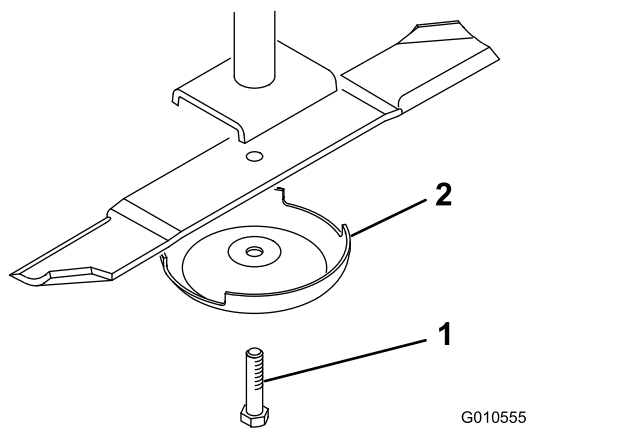

Figura 31
2. Sujete el extremo de la cuchilla usando un paño o un guante grueso. Retire del eje de la cuchilla el perno de la cuchilla, el protector de césped y la cuchilla (Figura 31).